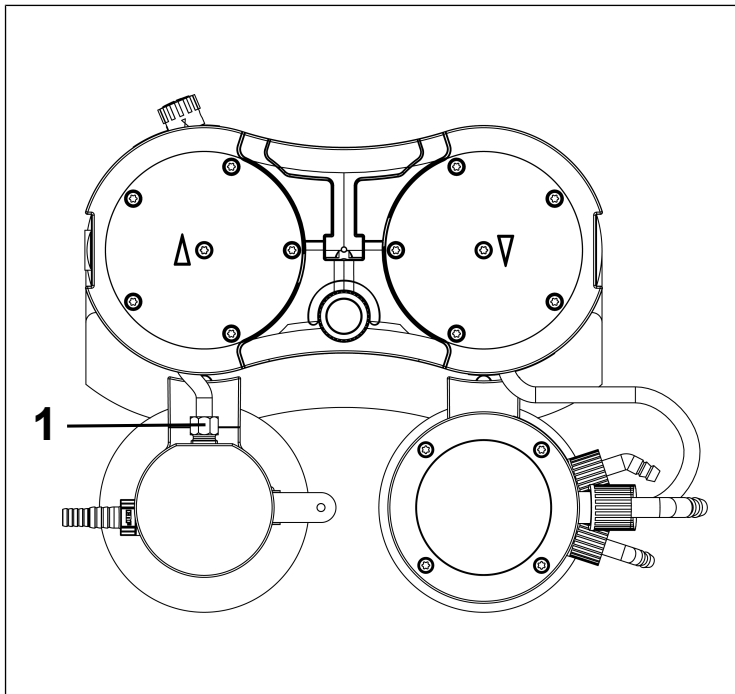

Fig.10: Aflojar conexión de manguera
1. Aflojar el tornillo de fijación de la conexión de manguera (1/Fig. 10) del componente del sistema de vacío.
- i** En caso necesario, emplear una llave SW14 para aflojar el tornillo de fijación de la conexión de manguera del separador (1/Fig. 10).
- Apretar el tornillo con cabeza interior (1) en el centro de la placa de presión (par de apriete: 1 Nm).
- Apretar los tornillos (4) en forma cruzada (par de apriete: SH/SR820G: 4 Nm; SR/SH840G: 5 Nm)
10. Enroscar el tornillo de fijación de la conexión de manguera del separador (1/Fig. 10) en el adaptador para separador hasta el tope.
- i** En caso necesario, emplear una llave SW14 para apretar el tornillo de fijación de la conexión de manguera del separador (1/Fig. 10).